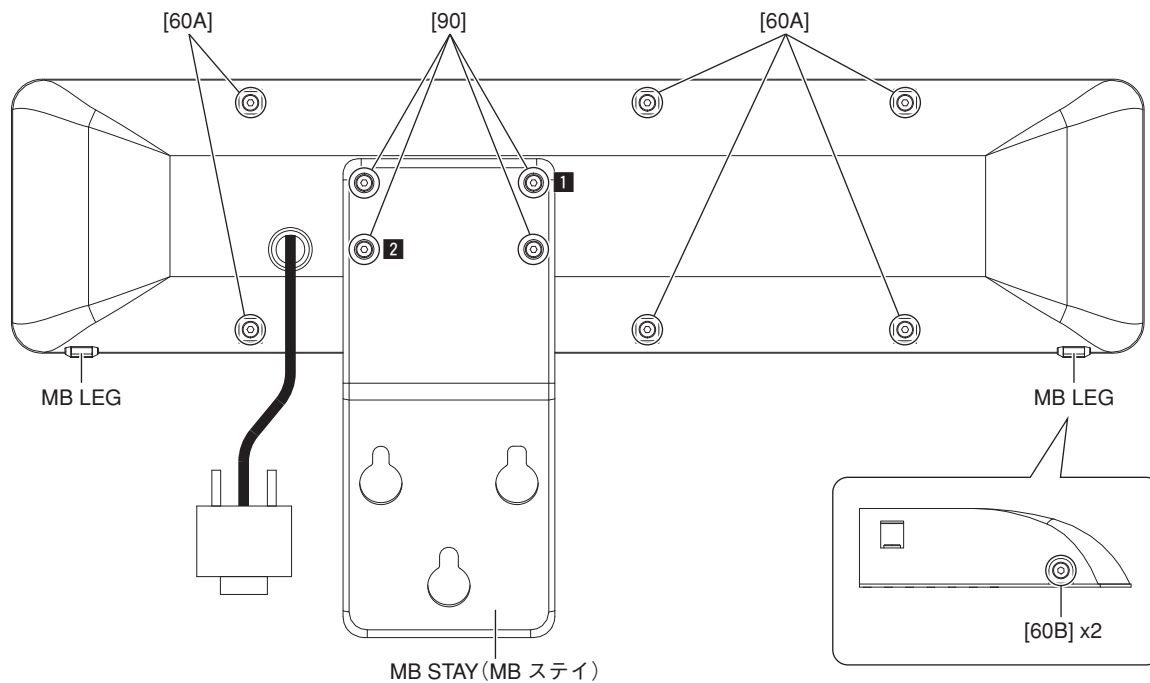

Fig. 1 (図 1)
Remove the four (4) screws marked [90]. The MB stay can then be removed. (Fig. 1)
* **When installing the MB stay, tighten the screws **1** and **2** shown in fig. 1 in numerical order and then tighten the other screws.**
2-1. Remove the two (2) MB legs. (Fig. 1)
2-2. Remove the six (6) screws marked [60A] and the two (2) screws marked [60B]. The bottom MB assembly can then be removed. (Fig. 1)
[90] のネジ 4 本を外して、MB ステイを外します。(図 1)
※ MB ステイを取り付ける際は、図 1 に示す **1**、**2** のネジを締めてから他のネジを締めてください。
2-1. MB LEG 2 個を外します。(図 1)
2-2. [60A] のネジ 6 本と [60B] のネジ 2 本を外して、ボトム MB Ass'y を外します。(図 1)